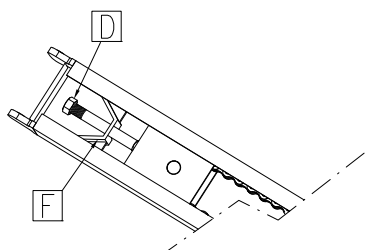

Fig. 2
- Allentare il dado D e sfilare supporto di rinvio F (fig. 2).